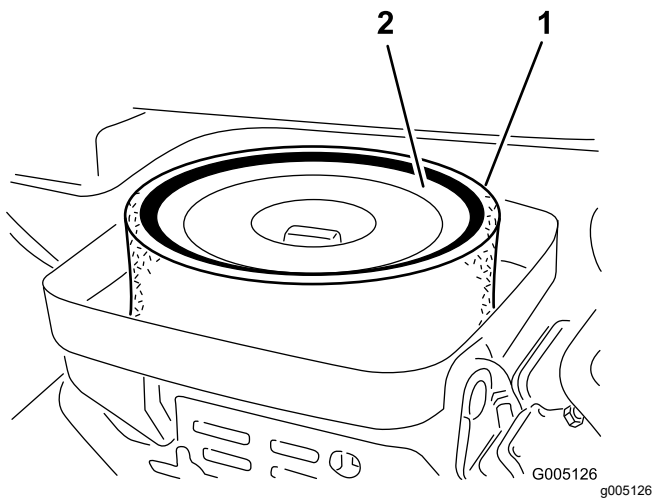

図 38
3. エレメントをエアクリーナに固定している蝶ナットを外す 図 38。
4. スポンジ 図 38を点検し、汚れていればペーパーエレメントから外す。以下の要領で丁寧に清掃してください